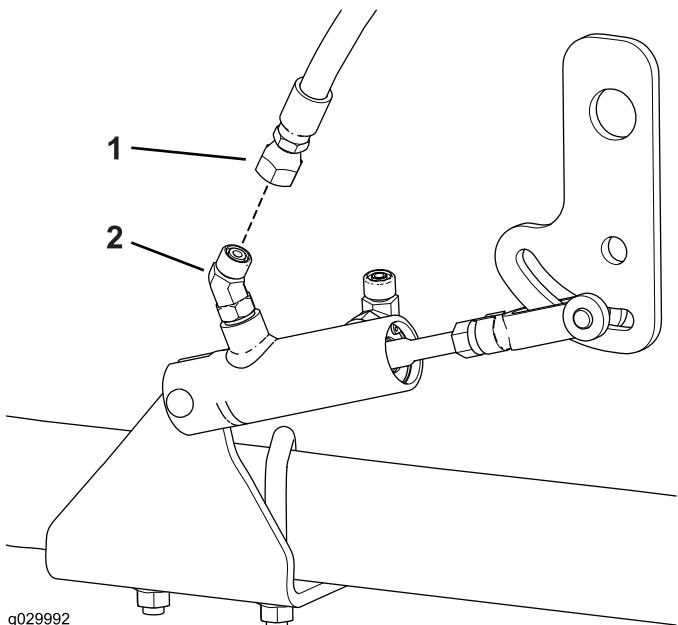

Figure 14
7. Branchez le raccord (droit) qui est au bout du petit flexible hydraulique sur le raccord hydraulique (45°) du vérin hydraulique (Figure 14).